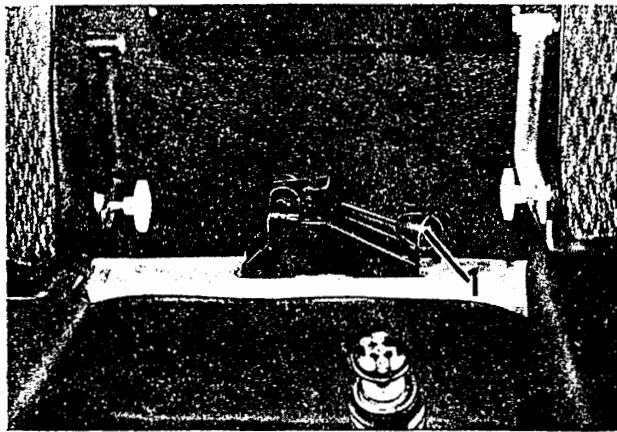

Bild Fa 3. Entriegeln des Fahrerhauses
1. Verriegelung öffnen, Hebel nach links umlegen (Bild Fa 3/1).